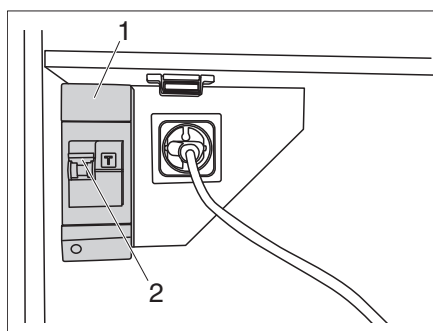

Figure 42 Disjoncteur automatique de 230 V
Le raccordement 230 V est protégé par un disjoncteur automatique bipolaire (Figure 42,1).
- ▷ L'interrupteur RCD (Figure 42,2) 230 V doit être actionné une fois par an pour éviter que le mécanisme ne « colle » et que la durée de déclenchement ne soit prolongée.